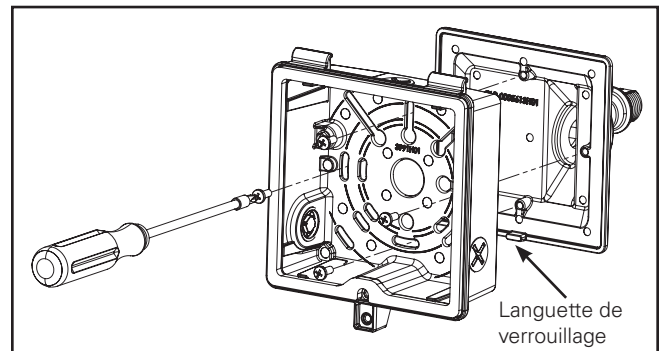

Figure 3.
- Utilisez les vis cruciformes 8-32 de 1,3 cm (0,5 po) fournies afin de fixer le boîtier arrière au support coudé de la charnière. Les fils de sortie doivent être tirés par le trou central pour passer les fils. Utilisez la languette de verrouillage de la plaque du support coudé de la charnière afin de l'aligner au boîtier arrière. Vissez et serrez les 4 vis à 3,4 à 4,5 Nm (30 à 40 po-lb). Assurez-vous que les vis sont toutes aussi serrées. Assurez-vous que la plaque de la charnière est **ENTIÈREMENT** compressée contre le boîtier arrière. Ainsi, il n'y aura aucun espace entre le boîtier arrière et le support. (Figure 3.)